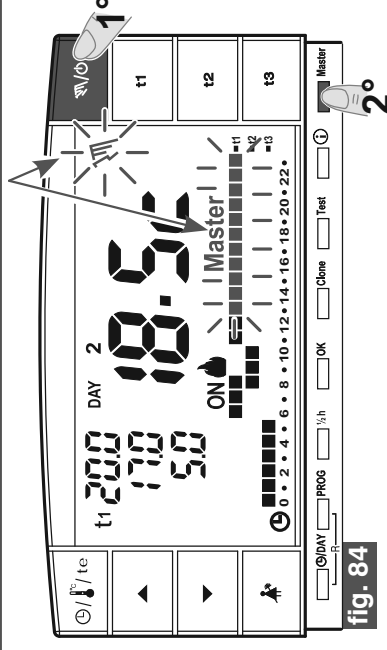

fig. 84
- En el cronotermostato MÁSTER pulsar por un instante el botón  para el funcionamiento manual temporal; aparece el símbolo "" parpadeante (ver detalles en el apartado 7.1 punto A) (ejemplo fig. 84).